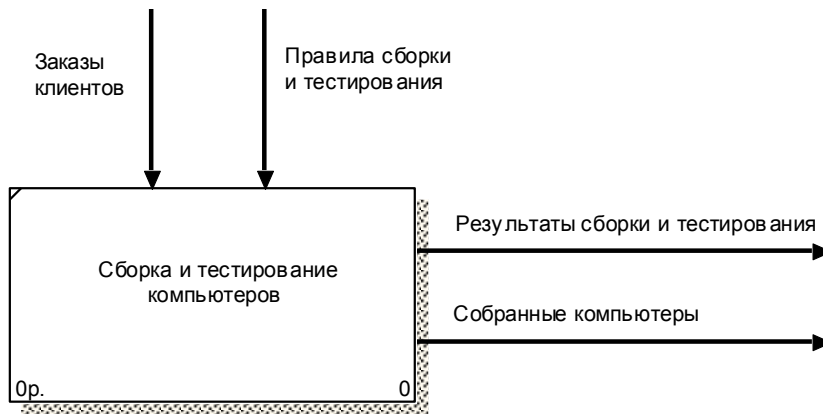

Рисунок 2 - Контекстная диаграмма
1. Создайте модель функций (рисунок 2, 3)